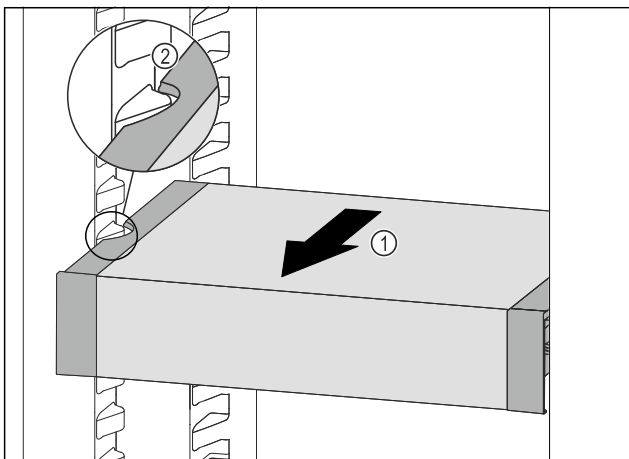

Fig. 108
▶ Потягнути VarioSafe вперед Fig. 108 (1), поки бокові заглиблення VarioSafe не опиняться на рівні ребра для ємності в охолоджувальному відділенні. Fig. 108 (2)